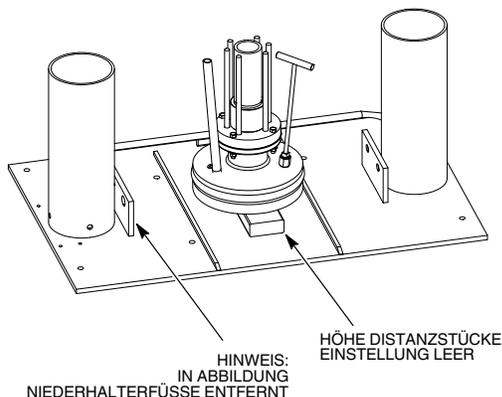

Abb. 2 Typisches Beispiel Distanzstücke
1. Siehe Abb. 2. Ggf. die Niederhalterfüße vom Rahmen entfernen.